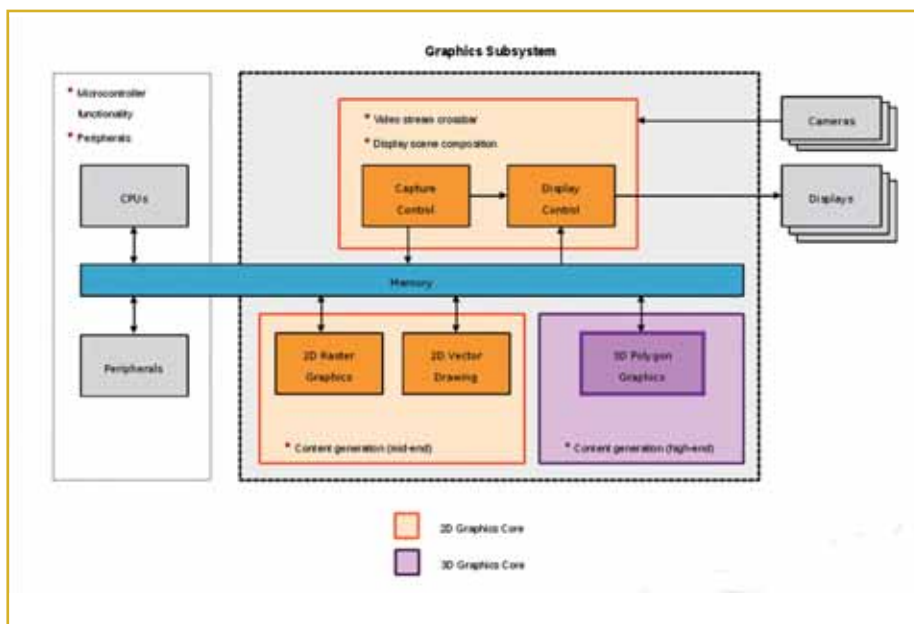

Fig. 3 – Il sottosistema grafico
**Fig. 3 – Un modulo 1TbE per il collegamento verso il trasmettitore presenta un carico utile dato da connessioni OTN per il riutilizzo delle schede di linea OTN esistenti (<1Tb) attraverso connessioni su backplane 25G/28G**